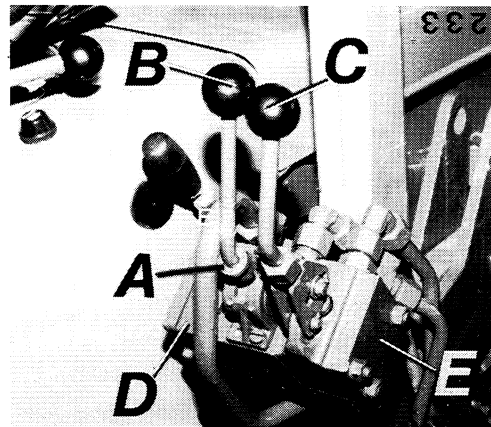

Abb. 5
Zusätzlich zweiter Hydraulikkreis (F/2 - Abb. 5): 204 V bzw.
zweiter Ventilblock (F/2 - Abb. 5): 203 V / 200 V / 203 P SCHMAL
2. Kreis/Ventilblock (Abb. 5) in hinterer